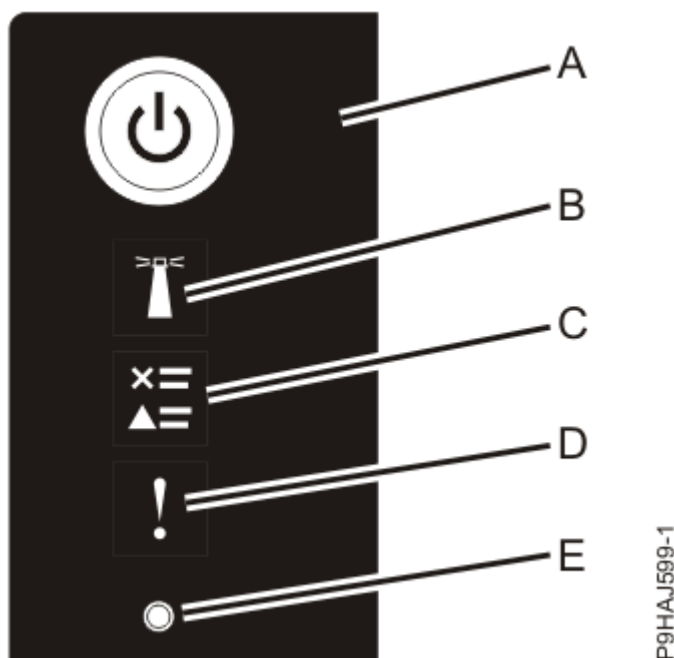

Figure 28 : Voyants du panneau de commande
3. Appuyez sur le bouton de mise sous tension **(A)** du panneau de commande, comme indiqué dans la Figure 28, à la page 35.